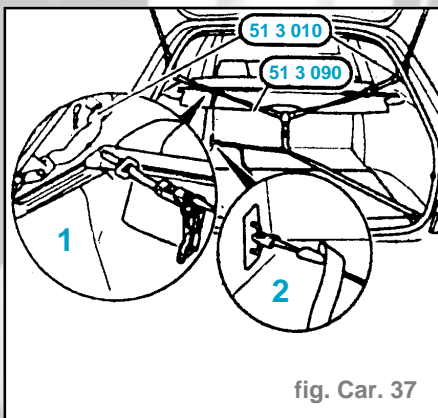

fig. Car. 37
- Fixer l'outil spécial **51 3 010** (sans articulation) sur le côté intérieur de la vitre (juste en face) (fig. Car. 37)
- Fixer en haut l'outil **51 3 090** (sangle) sur l'outil **51 3 010** (1). Crocheter en bas les sangles en diagonales dans les anneaux d'arrimage et les tendre (2).